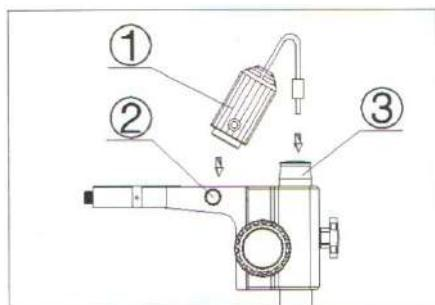

Рисунок 5
- Выпуклую часть блока освещения (1) вставьте в основание по направлению винта блокировки (2). Затяните винт. (см. рисунок 5).
- Вставьте штекель в разъём (3).